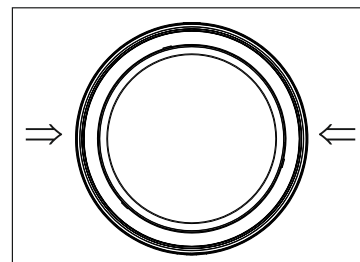
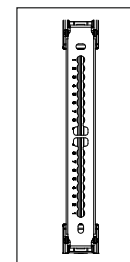

Рис. 1
Рис. 2
- Надавите на фиксаторы монтажной скобы по бокам осветительного прибора (рис. 1) и освободите монтажную скобу (рис. 2).